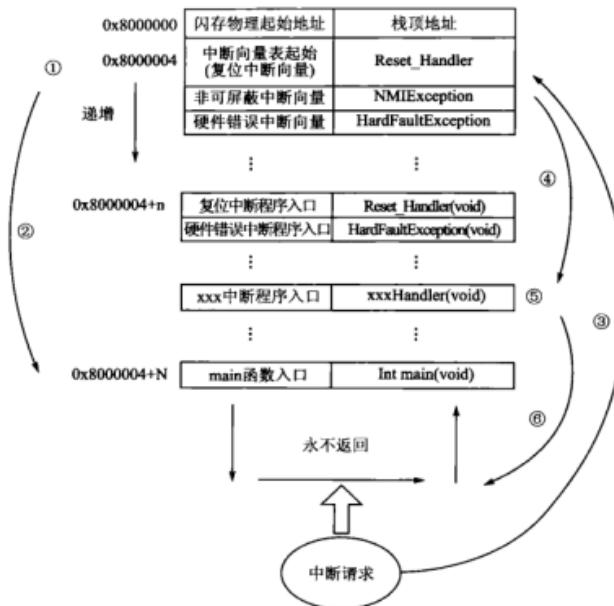
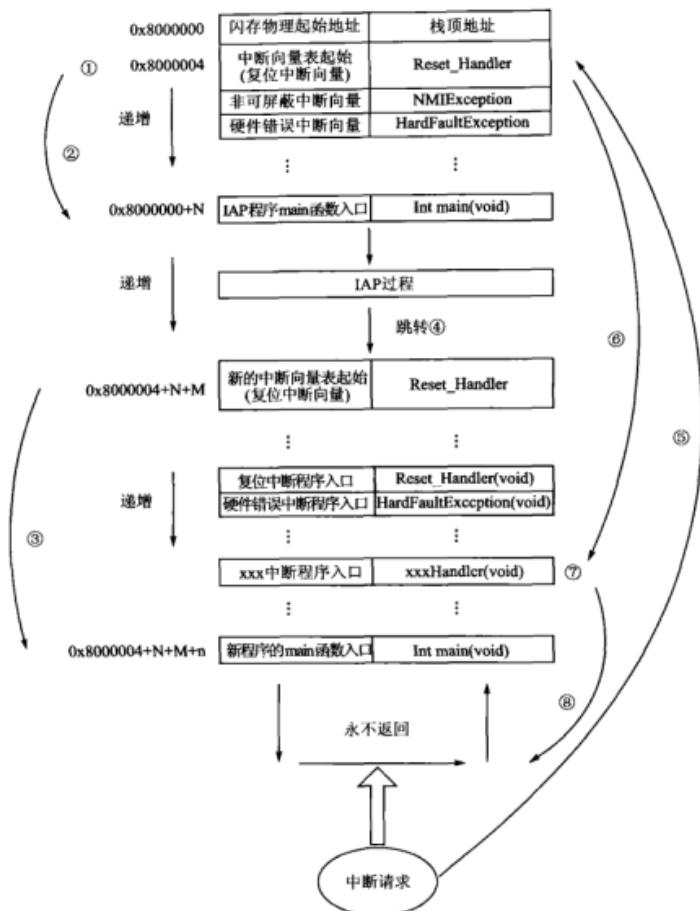

图 7.1 STM32 常规的运行流程
图 7.2 加入 IAP 程序后 STM32 的运行流程
在 STM32 微控制器上实现 IAP 方案,除了 USART 通信、Flash 数据写入等常规操作外,还需注意 STM32 的启动过程和中断响应方式。图 7.1 显示了 STM32 常规的运行流程。
对图 7.1 解读如下:
断服务程序,如图 7.1 中标号①所示。
- 复位中断服务程序执行的最终结果是跳转至 C 程序的 main 函数,如图 7.1 中标号②所示,而 main 函数应该是一个死循环,是一个永不返回的函数。
- 在 main 函数执行的过程中,发生了一个中断请求,此时 STM32 的硬件机制会将 PC 指针强制指回中断向量表处,如图 7.1 中标号③所示。
- 根据中断源进入相应的中断服务程序,如图 7.1 中标号⑤所示。
- 中断服务程序执行完毕后,程序又返回至 main 函数中执行,如图 7.1 中标号⑥所示。若在 STM32 中加入了 IAP 程序,则情况会如图 7.2 所示。对图 7.2 的解读如下:
- STM32 复位后,从地址 0x8000004 处取出复位中断向量的地址,并跳转执行复位中断服务程序,随后跳转至 IAP 程序的 main 函数,如图 7.2 中标号①、②所示。这个过程和图 7.1 相应部分是一致的。
- 执行完 IAP 过程后(STM32 内部多出了新写入的程序,图 7.2 中以灰色底纹表示,地址始于 $0x8000004 + N + M$)跳转至新写入程序的复位向量表,取出新程序的复位中断向量的地址,并跳转执行新程序的复位中断服务程序,随后跳转至新程序的 main 函数,其过程如图 7.2 的标号③所示。新程序的 main 函数应该也具有永不返回的特性。同时应该注意在 STM32 的内部存储空间不同的位置上出现了 2 个中断向量表。
- 在新程序 main 函数执行的过程中,一个中断请求来临,PC 指针仍会回转至地址 0x8000004 中断向量表处,而并不是新程序的中断向量表,如图 7.2 中标号⑤所示。注意到这是由 STM32 的硬件机制决定的。
- 根据中断源跳转至对应的中断服务,如图 7.2 中标号⑥所示。注意此时跳转至新程序的中断服务程序中。
- 中断服务执行完毕后,返回 main 函数,如图 7.2 中标号⑧所示。